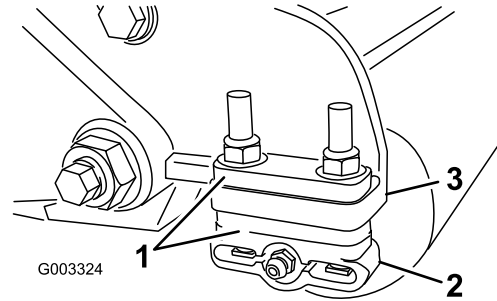

図 15
1. 希望の刈高範囲に必要な数のスペーサを刈高チャートで確認し、スペーサをサイドプレートの取り付けフランジ 図 15 の下に入れて、後ローラのブラケットの位置を正しくセットする 図 15。